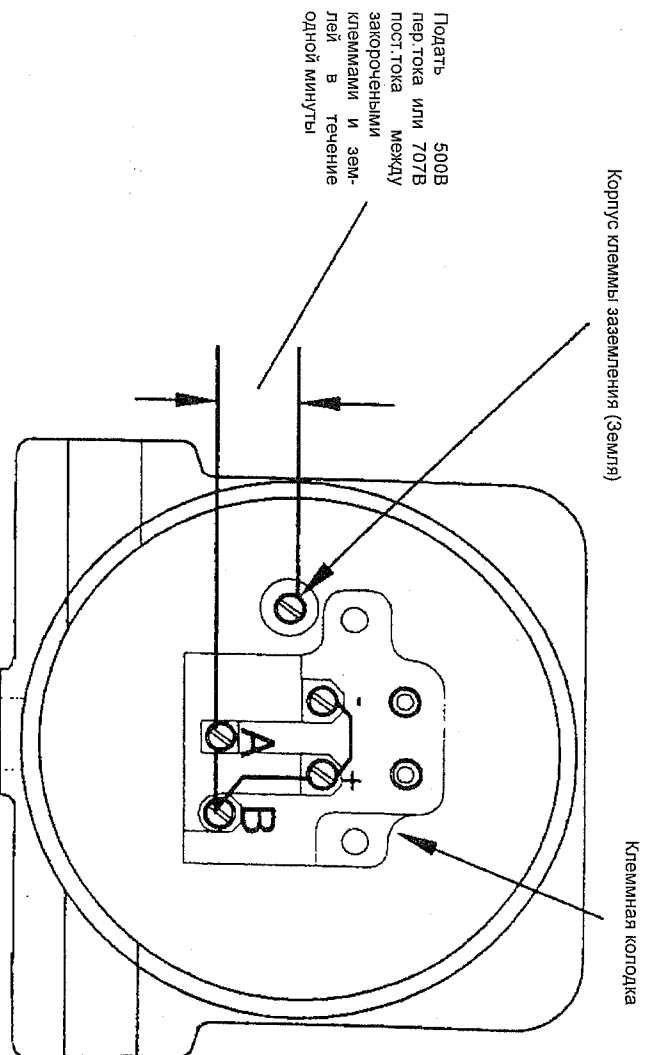

Рис. 27. Схема соединений при выполнении диэлектрического испытания после сборки
Чтобы убедиться в отсутствии пробоев на землю в каком-либо из внутренних проводников, подайте с целью проверки диэлектрической прочности напряжение 500 В перем. тока или 707 В пост. тока в течение 1 минут между закороченными входными клеммами (+), (-), (A), (B) и заземляющей клеммой корпуса как показано на рис. 27.